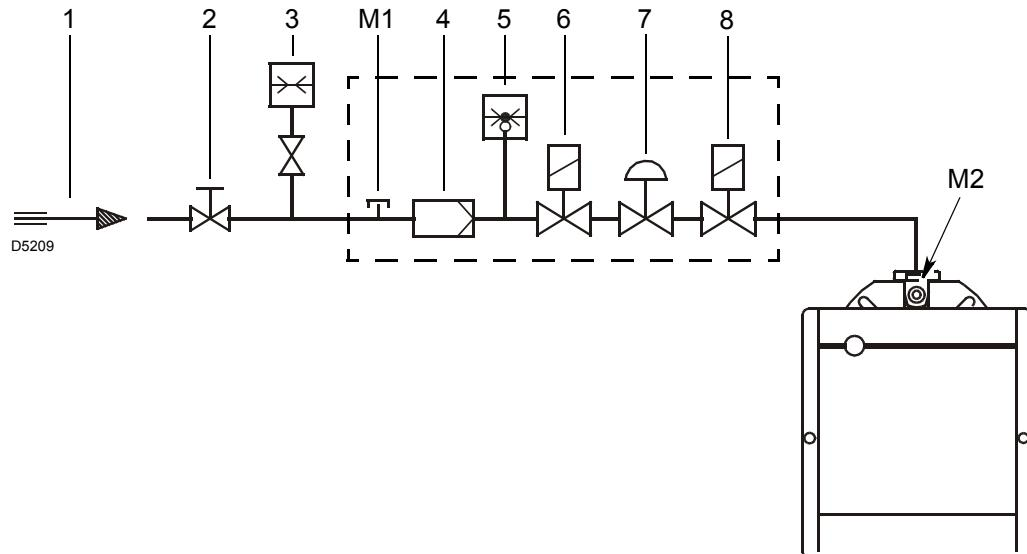

Fig. 14
Leyenda (Fig. 14)
Para conocer la presión del gas necesario en la toma M2)(Fig. 14), fijada la potencia máxima de modulación a la cual se desea que funcione el quemador:
- Leer a la derecha, columna 1, la presión en la toma M2)(Fig. 14).
presión necesaria en la toma M2)(Fig. 14).
Presión del gas medida en la toma M2)(Fig. 14), con:
- sustraer de la presión del gas en la toma M2)(Fig. 14) la presión cámara de combustión.
$$\text{Presión del gas en la toma (M2)}(\text{Fig. 14}) = 12,2 \text{ mbar}$$